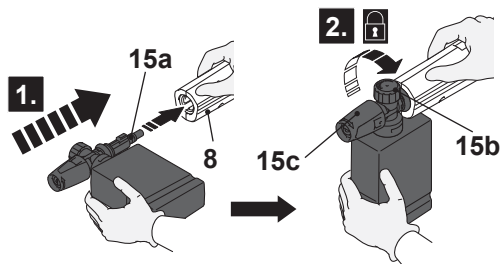

Fig. 10
- > Alinhe e insira as linguetas (15a) do depósito de sabão (15) com as ranhuras da porta de ligação da pistola pulverizadora (8). (Fig. 10, etapa 1).
- > Encaixe firmemente o tanque de sabão girando-o no sentido horário para travá-lo no lugar (Fig. 10, etapa 2).